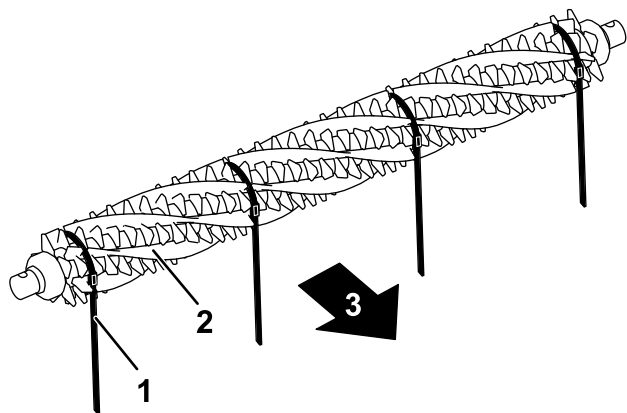

Figura 18
3. De um lado do cilindro do rastelo, faça deslizar uma escova para cada ranhura em torno de todo o comprimento do cilindro do rastelo (**Figura 18**).
na direção de rotação principal. **Figura 18** mostra as fitas instaladas para rotação para a frente.